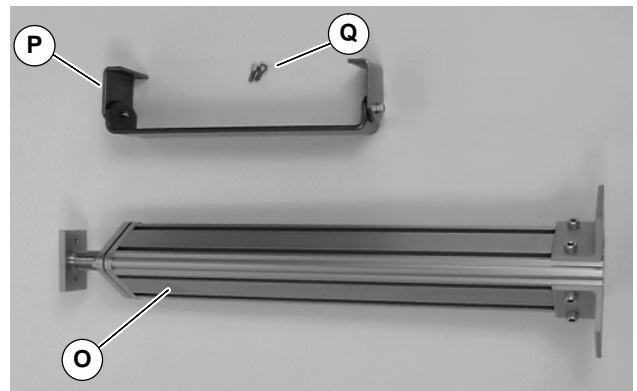

Figure 8
- Bauteile zusammentragen (Abbildung 8).